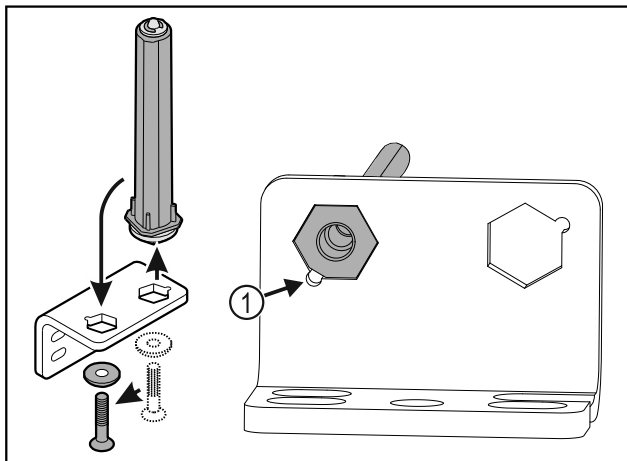

Fig. 26
- ▶ Bodite pozorni, da pri vstavljanju izravnalne točke sornika Fig. 26 (1) kažejo v smeri okrogle luknje.